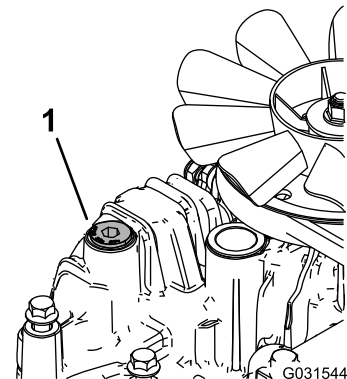

図 77
11. 各トランスミッションに通気プラグを、ぐらつく程度に軽く取り付ける 図 77。